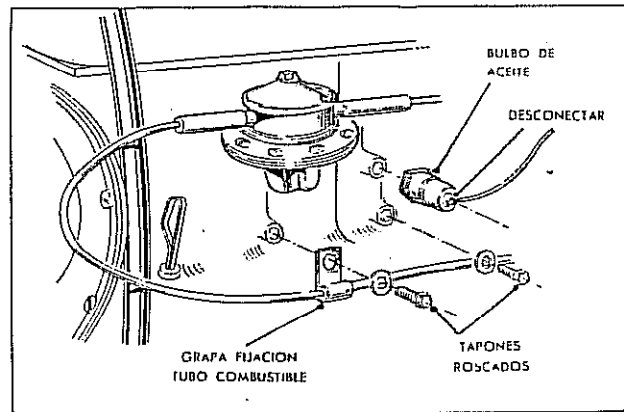

Fig. 105
- 1) Desconectar el cable del bulbo de aceite. Sacar el bulbo, la grapa de fijación del tubo de combustible y los tapones roscados en el block de cilindros (Fig. 105).